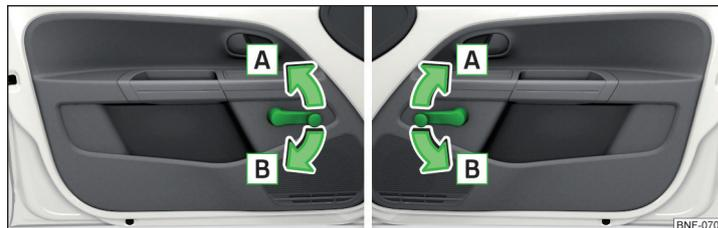

Fig. 33 Commande fenêtres : à gauche/à droite
- Pour l'ouverture, tournez la manivelle dans le sens de la flèche **A** » fig. 33.